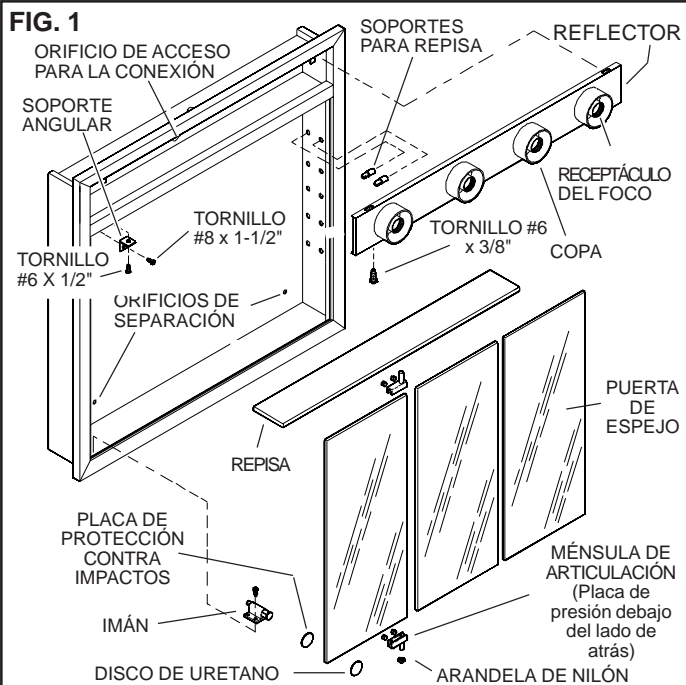

FIG. 2
FIG. 2 All electrical connections must be made in accordance with local code ordinances. If you are unfamiliar with methods of installing electrical wiring, secure the services of a qualified electrician.
3. Haga las conexiones eléctricas entre el cableado doméstico y los alambres del portalámparas que se encuentran en la parte posterior del reflector: el negro con el negro, el blanco con el blanco, y el verde con una conexión permanente a tierra. (Fig. 2)